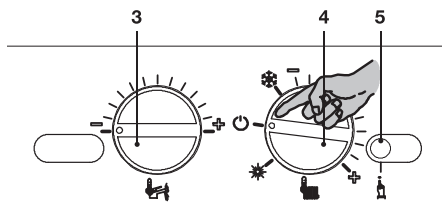
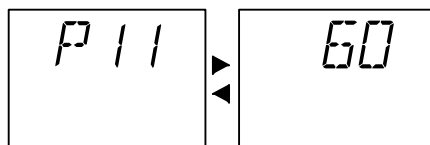

Рисунок 5.44
Рисунок 5.50
- Чтобы выйти из режима программирования, установите переключатель функций / регулятор температуры 4 так, как показано на рисунке (Рисунок 5.44).
Шаг настройки регулятора 3 (Рисунок 5.44) соответствует отображаемому на ЖК-дисплее значению 44 (40 секунд). Это значение можно установить на максимум 255 (4 минуты). На ЖК-дисплее при этом будут поочередно загораться P11 и 60 (см. Рисунок 5.50).